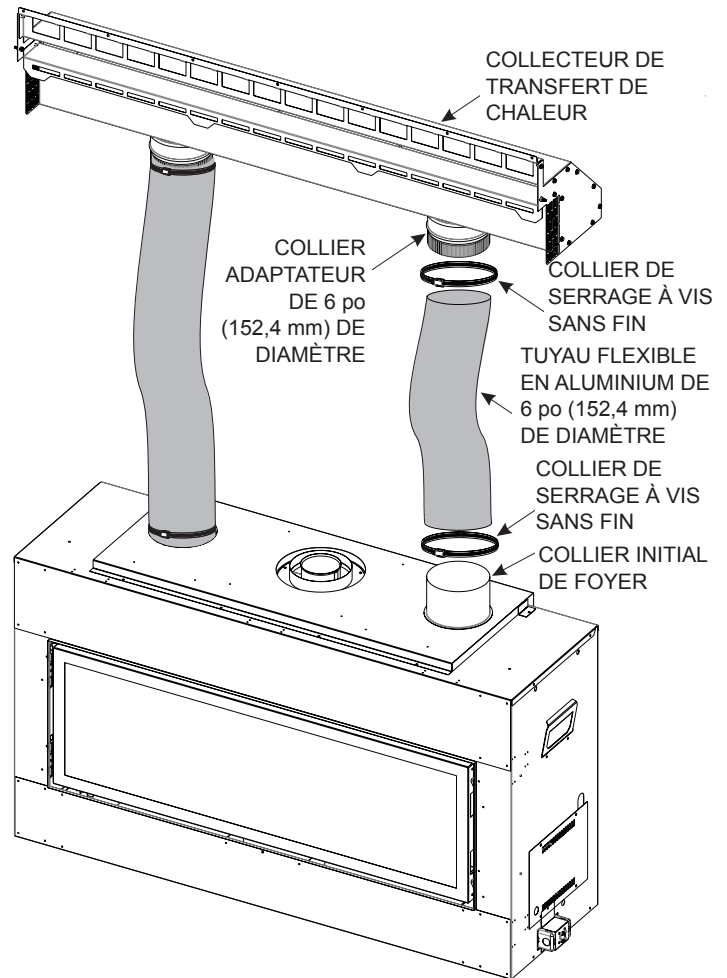

Figure 11
14. Une fois que le corps de l'ensemble de transfert de chaleur et les colliers sur le foyer sont installés, mesurer la longueur nécessaire de conduit flexible pour chacun des deux raccordements comme illustré par la **Figure 11**, puis découper le conduit flexible aux longueurs requises.
15. Installer les sections de conduit flexible entre les colliers de foyer et les colliers adaptateurs du corps de l'ensemble de transfert de chaleur. À l'aide des serre-joints à sangle fournis, fixer les deux sections de conduit flexible aux colliers du foyer et aux colliers adaptateurs du corps de l'ensemble de transfert de chaleur. **Voir Figure 11.**